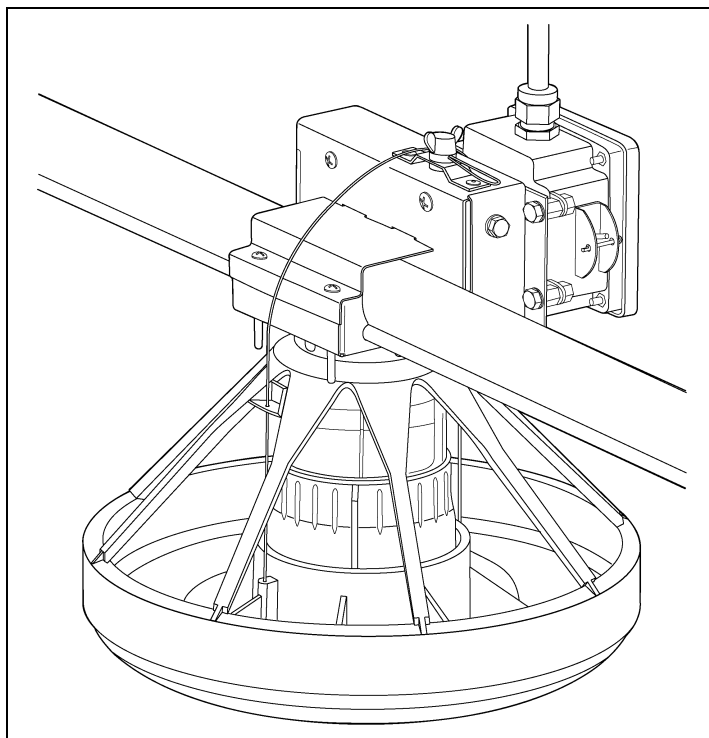

Рисунок 4X
6. Внешний вид управляющего лотка должен соответствовать указанному на Рисунок 4X.